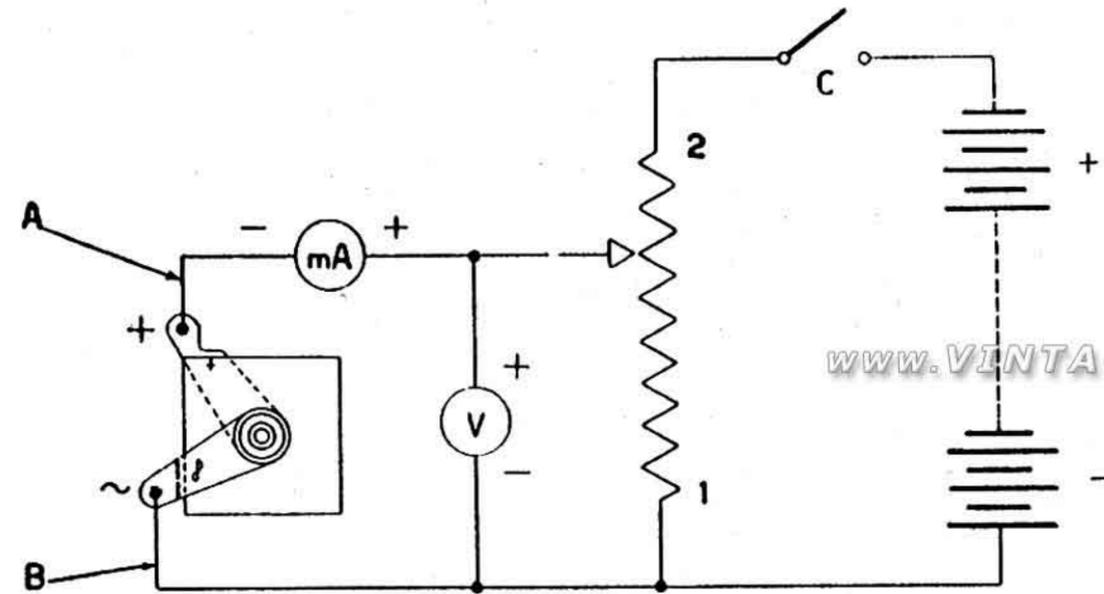
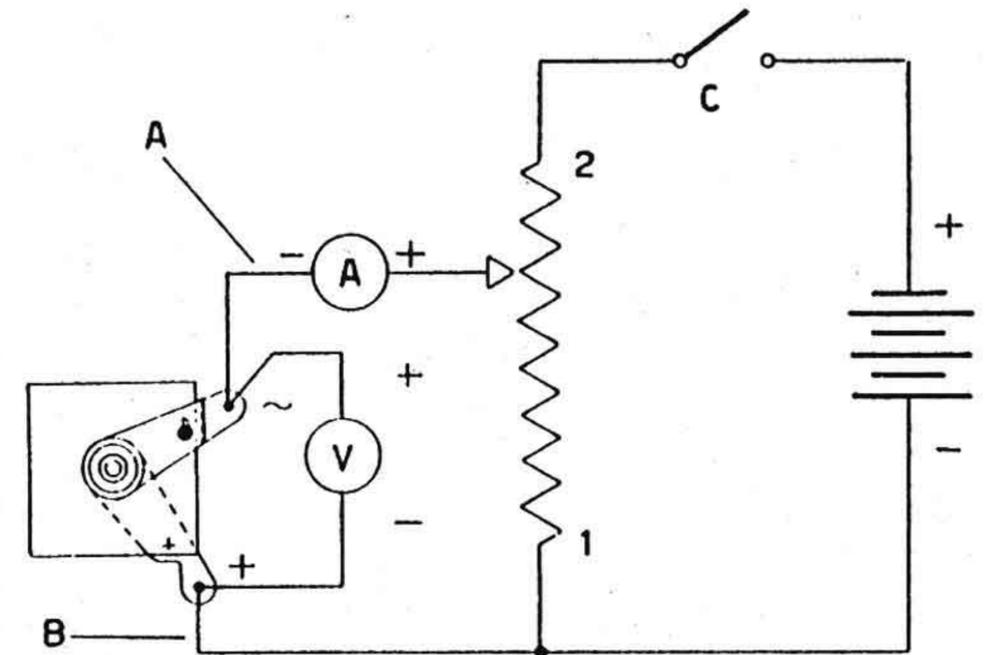

Fig. 30
Fig. 31
Essai : Avec rhéostat réglé sur le point 1 (voir fig. 30) relier les embouts A et B avec les embouts + et ~ du redresseur.
Essai : Avec rhéostat réglé au point 1, insérer le redresseur reliant les embouts A et B celui-ci avec les embouts ∞ et + du redresseur (c'est à dire **inverser les liaisons du redresseur**, en rapport à l'illustration de la fig. 30). Fermer l'interrupteur C. Régler la tension pour obtenir 2 A; avec ce courant le voltage indiqué par le voltmètre doit être compris entre 1 ÷ 1,4 V (voir le schéma des liaisons sur la fig. 31).
- 2) Rabatte la goupille d'attache comme montré à fig. 31.